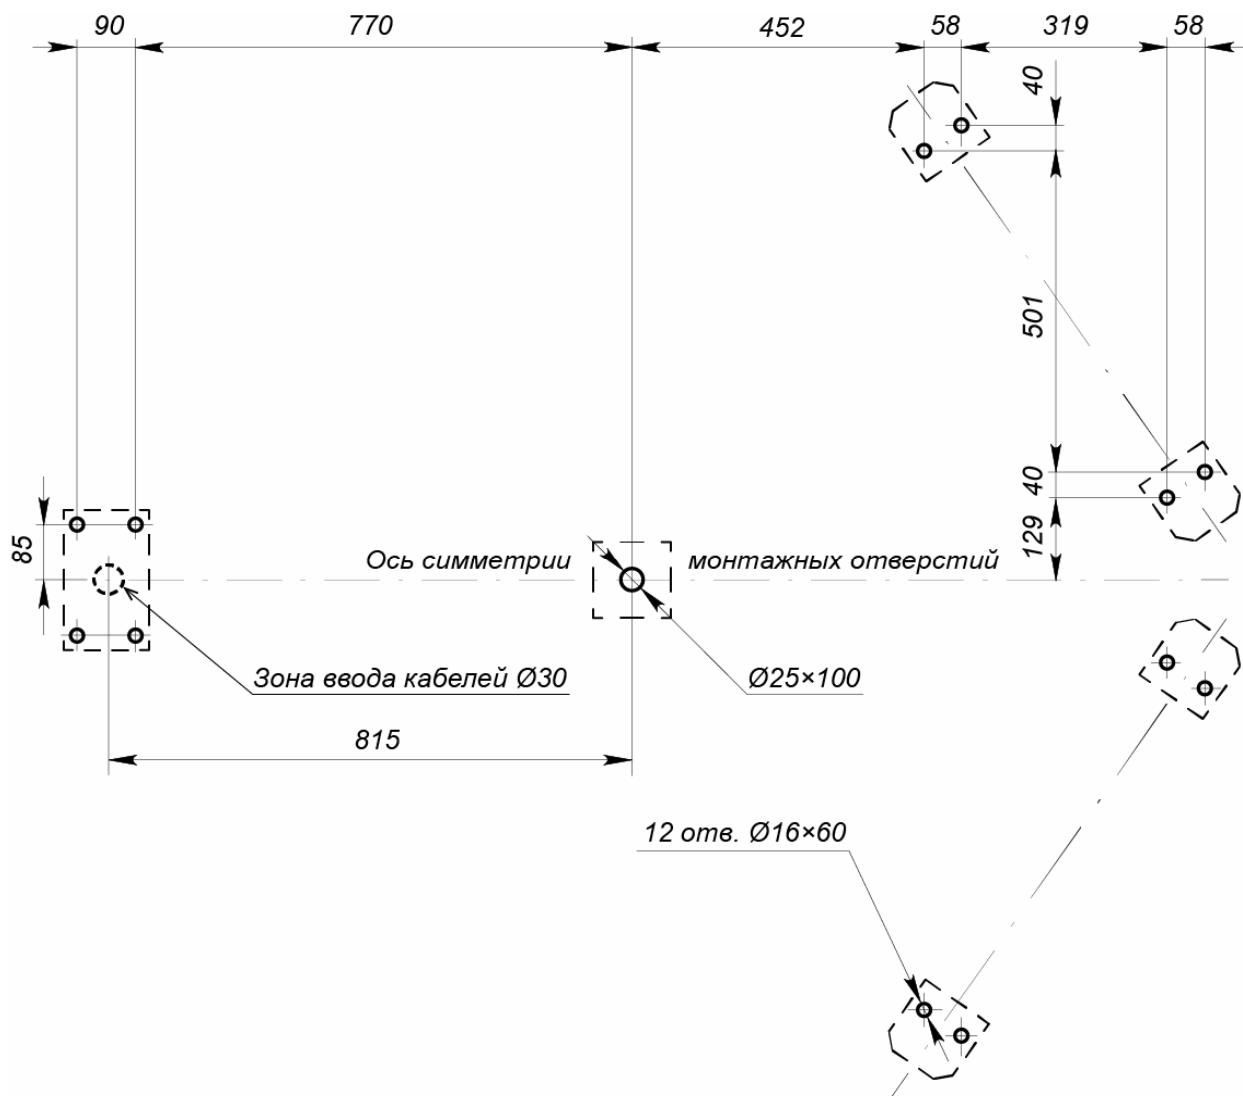
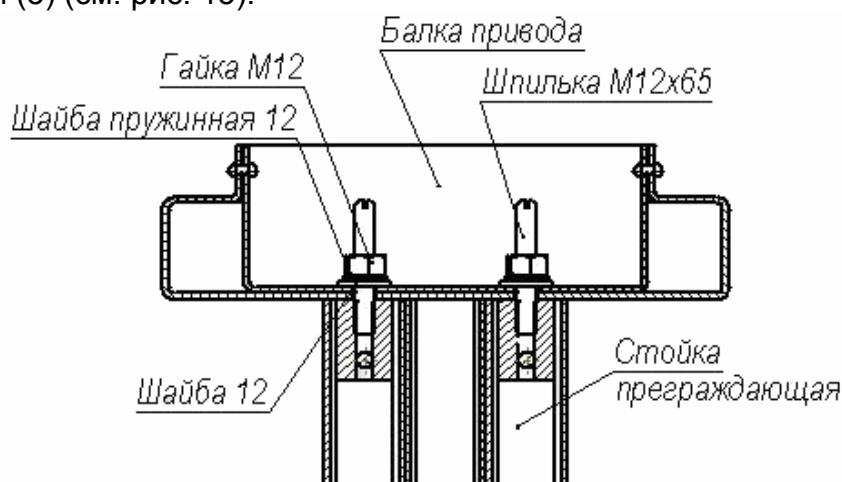

Рисунок 12. Схема разметки для установки турникета
Рисунок 13. Крепление балки привода к стойке с преграждающими планками
- Произведите монтаж ИП турникета и при необходимости ИП ЛПП на отведенных для них местах и подключите к ним соответственно кабели питания турникета¹ (13) и питания ЛПП¹ (16).
- Выполните на установочной поверхности разметку отверстий для монтажа турникета. Используйте шаблон из комплекта поставки, но затем обязательно проверьте истинность расстояний в соответствии с рис. 12.
5. Произведите разделку отверстий и кабельных каналов. Проложите в кабельных каналах необходимые кабели питания (13, 16), устройства *Fire Alarm* (14), ПДУ (15) и дополнительного оборудования, концы кабелей выведите к зоне ввода кабелей в турникет (см. рис. 12).
- Установите секции (6) формирователя прохода на установочную поверхность, ориентируя отверстия в опорных фланцах по расположению анкеров. При этом левая и правая секции должны быть правильно выставлены и сориентированы: блоки индикации (11) формирователей должны быть развернуты от оси симметрии (см. рис. 12).
9. Распакуйте и установите стойку с преграждающими планками (5) (ящик №4, работайте вдвоем!):
- Вверните две шпильки M12×65 в верхнюю часть стойки с преграждающими планками (5) (см. рис. 13).
- Положите стойку с преграждающими планками на установочную поверхность таким образом, чтобы фланец находился рядом с зоной А (рис. 12). Затем, используя монтажную проволоку, протяните кабели питания турникета (13), питания подсветки прохода (16) и кабели управления через нижнее отверстие в стойке с преграждающими планками со стороны фланца вверх по стойке до выхода из ее верхнего отверстия. Отрегулируйте длину концов кабелей на выходе из верхнего отверстия, которая должна составлять не менее 1 м.
- Установите стойку с преграждающими планками на отверстия с анкерами в установочной поверхности вдоль оси симметрии, при этом фланец должен встать на зону ввода кабелей, а место нижнего узла вращения (3) – на отверстие с анкером М16 (см. рис. 12). Вставьте на место опорный фланец нижнего узла вращения (см.°рис.°15).
10. Из ящика №5 распакуйте и установите лист (7) сверху на формирователь прохода (работайте вдвоем!):
- Сориентируйте лист (7) так, чтобы две шпильки, установленные в секциях, прошли через него, а две грани листа, вдоль каждой из которых расположен ряд из четырех отверстий, имеющих с нижней стороны листа выборку большего диаметра, находились бы над секциями.
- Аккуратно удерживая лист на весу, протяните кабели от блоков индикации (12) от левой и правой секции формирователя прохода через соответствующие отверстия в листе. Окончательно установите лист на место, будьте внимательны, не повредите кабели! Обратите внимание на то, чтобы установленные на секциях резьбовые втулки вошли в отверстия в листе, обеспечивая плотное прилегание листа к поверхностям секций.
- Наденьте на две шпильки, расположенные на стойке с преграждающими планками, шайбы 12, затем шайбы пружинные 12 и две гайки M12 (см. рис. 13).